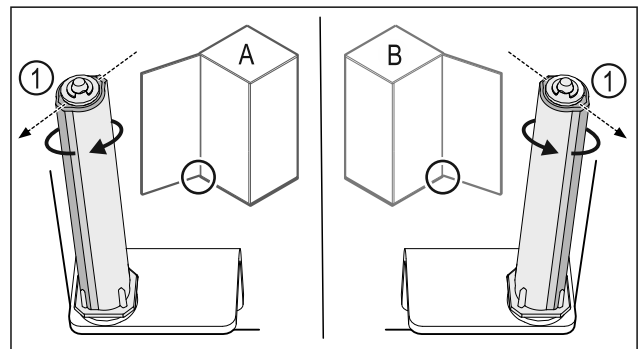

Fig. 26 Linksanschlag (A) / Rechtsanschlag (B)
- Schließsystem gegen den Widerstand drehen, bis der Steg des Schließsystems Fig. 26 (1) nach außen zeigt.